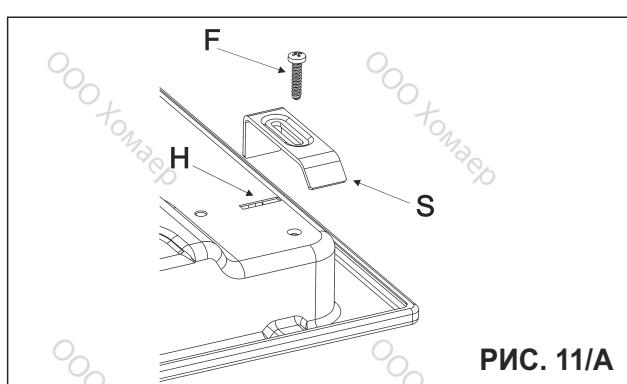

РИС. 11/А
- Для моделей **GWS3811.0ED - GKS9851.0ED - GKS820.0ED**: Установите варочную поверхность в отверстие для встраивания и закрепите ее соответствующими винтами "F" крепежных петель "G" (см. рис. 11/B).
- для моделей **GMS7651.0E - GMS9651.0E**: Закрепите рабочую поверхность скобами „S”, совместив их выпуклую часть с прорезями в нижней части „H” и прикрутив винтами „F” (см. рис. 11/A).
- использовать с входным кабелем "С", если не предусмотрено (см. рис. 11) стандартизованный разъем, соответствующий нагрузке, указанной на паспортной табличке. Подсоединить кабели в соответствии со схемой на рис. 11, убедившись в том, что учтены нижеприведенные соответствия: